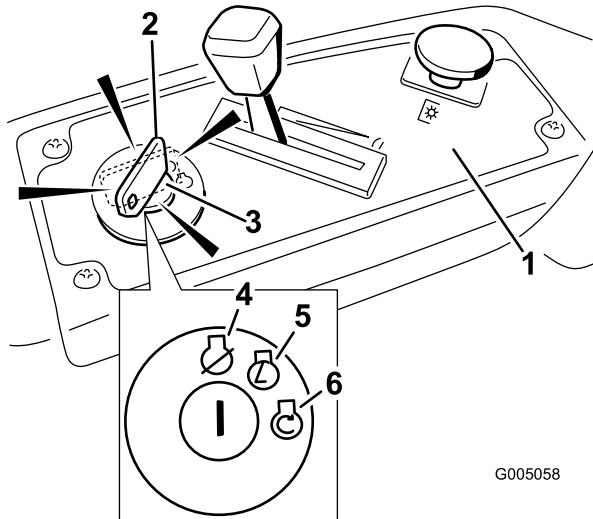

Bild 13
4. Drehen Sie den Zündschlüssel auf Start, um den Anlasser zu aktivieren. Lassen Sie den Schlüssel los, wenn der Motor anspringt (Bild 13).
- Stellen Sie den Gasbedienungshebel zwischen Halb- und Vollgas (Bild 13).